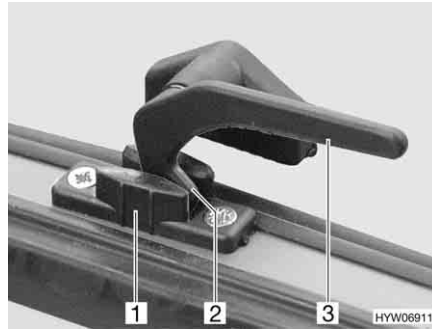

Fig. 98 Palanca de bloqueo en la posición de "ventilación continua"
- En la posición "ventilación continua" (Fig. 98)
- Girar todas las palancas de bloqueo (Fig. 98,3) un cuarto de vuelta hacia el centro de la claraboya.
- Girar de nuevo hacia atrás las palancas de bloqueo. El saliente de bloqueo (Fig. 98,2) se ha de introducir para ello en el rebaje del bloqueo de la claraboya (Fig. 98,1).